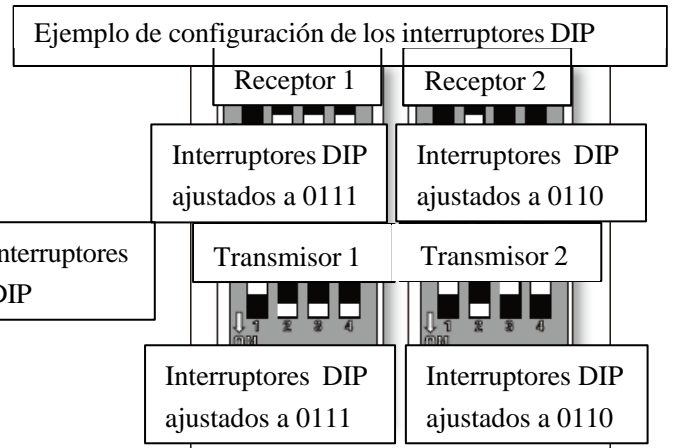

Fig. 9 Conjunto de interruptores DIP del receptor
- El mando a distancia (transmisor) y el receptor deben configurarse para emparejar la comunicación entre ellos. Esto se consigue ajustando el conjunto de interruptores DIP del receptor y del mando a distancia al mismo valor. **Fig. 9**